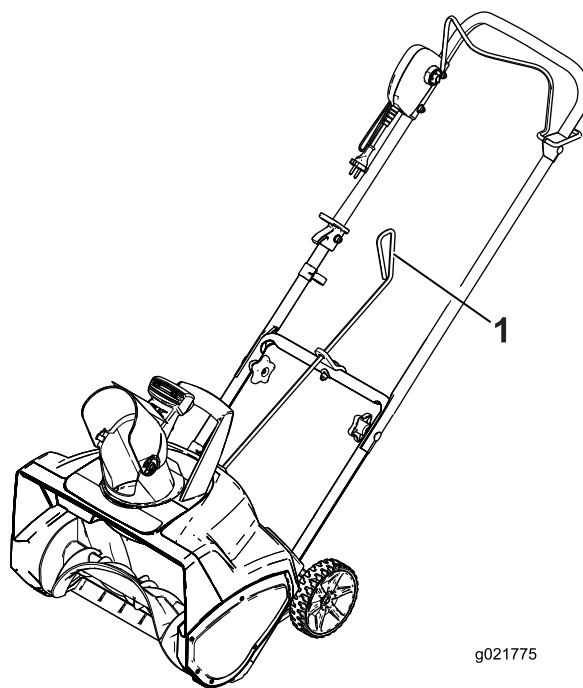
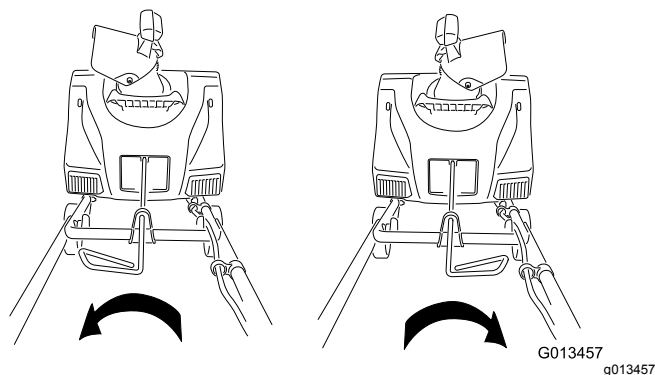

Figura 6
Figura 7
4. Certifique-se de que a pega da barra de controlo da calha está virada para cima (Figura 6) e insira a barra no furo na parte de trás da caixa.
6. Mova a pega na barra de controlo da calha para assegurar que se move na mesma direção que a calha (Figura 7).
Para ajustar a calha de descarga, mova a pega na barra do controlo da calha na direção que deseja dirigir o feixe de neve (Figura 6 e Figura 7).